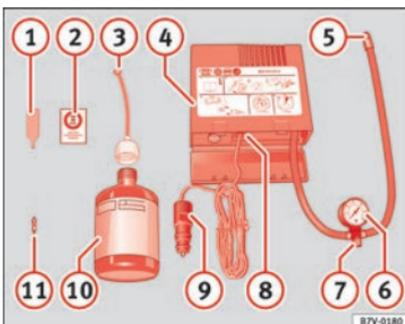

Abb. 67 Prinzipdarstellung: Bestandteile des Pannensets
- Ventilkappe und Ventileinsatz vom Reifenventil abschrauben. Verwenden Sie den Ventileinsatzdrehwerk » **Abb. 67** ① zum Heraus-schrauben des Ventileinsatzes. Legen Sie
- Reifendichtmittelflasche kräftig schütteln » **Abb. 67** ⑩.
- Schrauben Sie den Einfüllschlauch » **Abb. 67** ③ auf die Dichtmittelflasche. Die Folie am Verschluss wird automatisch durchstoßen.
- Verschlussstopfen vom Einfüllschlauch » **Abb. 67** ③ entfernen und das offene Ende ganz auf das Reifenventil stecken.
- Ventileinsatz mit dem Ventileinsatzdrehwerk » **Abb. 67** ① wieder in das Reifenventil schrauben.
- Reifenfüllschlauch » **Abb. 67** ⑤ des Luftkompressors fest auf das Reifenventil schrauben.
- Prüfen, ob die Luftablassschraube » **Abb. 67** ⑦ zuge dreht ist.
- Stecker » **Abb. 67** ⑨ in die 12 Volt-Steckdose des Fahrzeugs stecken » Seite 159.
- Luftkompressor mit dem EIN- und AUS-Schalter » **Abb. 67** ⑧ einschalten.